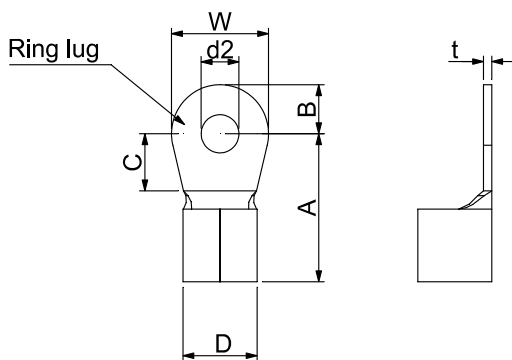

Figure 1.
- 主回路端子接线时需要附加使用环状端子，环状端子的规格请见 Figure 1。